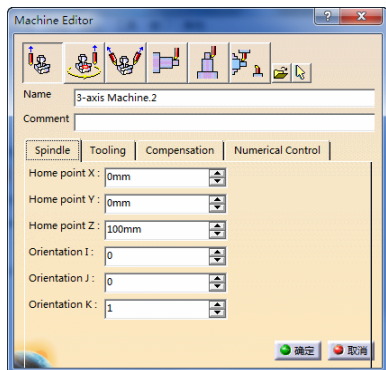

图 7-44 “Machine Editor”对话框(2)
4) 机床设置。单击“Part Operation”对话框中的 machine 按钮, 弹出“Machine Editor”对话框(2), 保持默认设置“3-axis Machine.2”, 如图 7-44 所示。